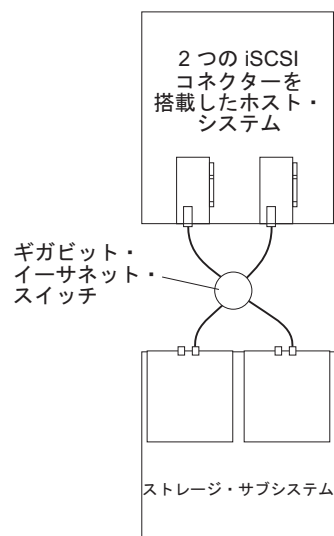

図 60. 単一ホスト、複数ポート構成の例
- 単一ホスト、複数ポート構成 (103 ページの図 60)
103 ページの図 60 に、複数ポート、単一ホスト構成の例を示します。複数の iSCSI ポートを使用するシステムは、単一ポート iSCSI 接続と比較してパフォーマンスが向上する場合があります。